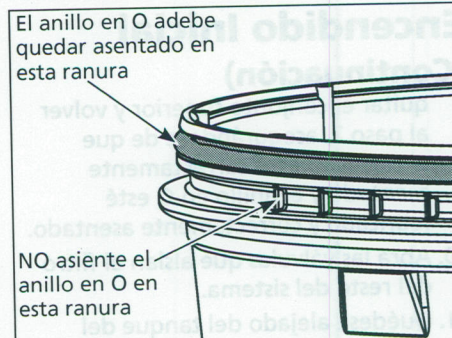

Figura 7 - Ranura del anillo en O
4. Inspeccione el anillo en O. Asegúrese de que el anillo en O esté limpio y bien asentado en la ranura (Figura 7). No se debe torcer el anillo en O.